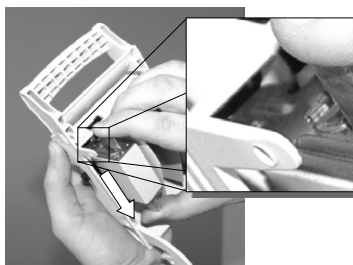

Figura 18
- Mueva un eslabón-fusible a lo largo de la tapa hasta que la traba de eslabones-fusibles lo sujete (Figura 18);